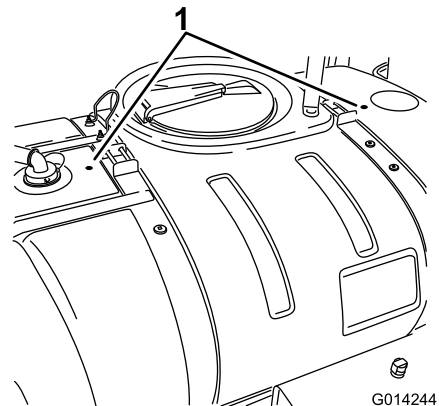

Bild 11
2. Ermitteln Sie die 2 Bohrmarkierungen im Hauptbehälter (Bild 11).